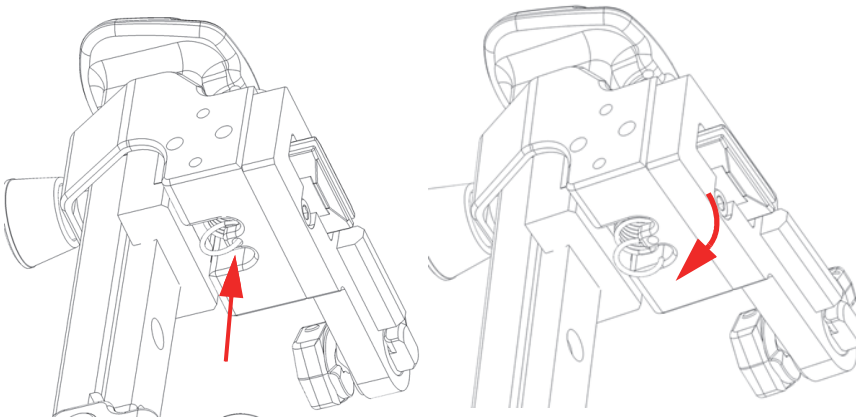

Figura 2-29 Extracción del resorte a partir del orificio de fijación
1. Con unas pinzas de punta larga, retire la pieza inferior del resorte a partir la pletina de brazo retráctil (ver Figura 2-29 en la página 64).